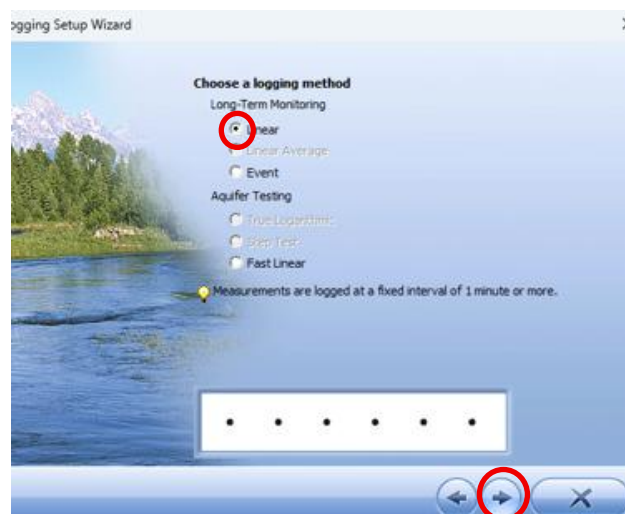

Figura 6: configuración del método de logeo.
- h) Seleccionar el método de logeo en “**LINEAR**” y luego siguiente (Figura 6).